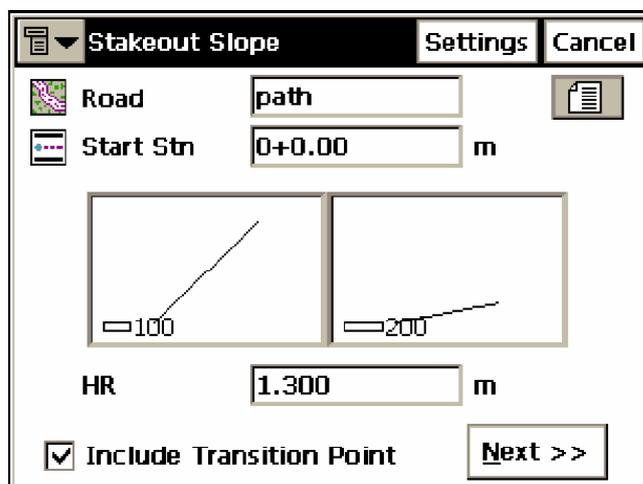

Рисунок 7-37. Вынос в натуру откоса
2. В окне **Stakeout Slope** (Вынос в натуру откоса) выберите трассу, точку, с которой Вы хотите начать разбивку, высоту антенны и способ ее измерения (при работе с GPS+ приемником) или высоту вешки (цели) (при работе с тахеометром) (рис. 7-37). Нажмите **Next** (Далее).